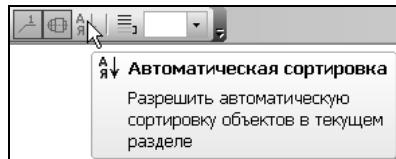

Рис. 9.102. Опция включения/отключения Автоматической сортировки
5. По умолчанию система автоматически сортирует компоненты. Однако в ряде случаев требуется откорректировать порядок следования компонентов. Для этого необходимо снова перейти в нормальный режим просмотра спецификаций и выделить строку компонента, порядок следования которого надо изменить. Отключите **Автоматическую сортировку** объектов в текущем разделе спецификации (рис. 9.102). Командой **Редактор | Сдвинуть объект вниз** переместите компонент на нужную строку. Отредактируйте номера позиций.